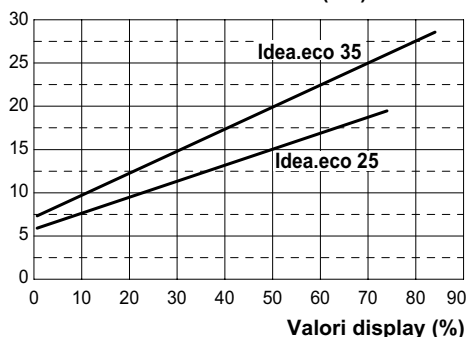
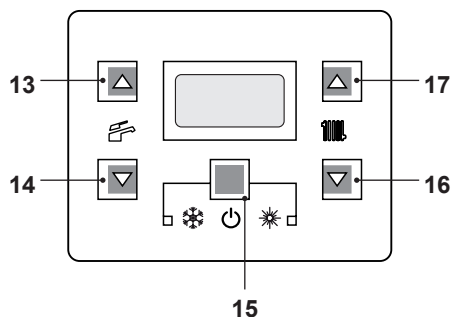
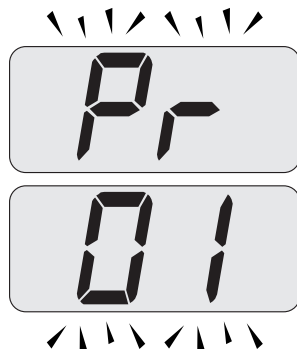

Figura 7.9
Figura 7.12
Figura 7.13
Il grafico in Figura 7.9 rappresenta come varia la potenza utile della caldaia in riscaldamento al variare del valore impostato nella scheda comando.
- Entrare in "modalità programmazione" premendo contemporaneamente per 10 secondi i tasti 15 - 16 - 17 (Figura 7.12) fino a far apparire sul display LCD le lettere **Pr** che si alternano con il codice **01**, indicanti l'entrata nel "parametro 01" (Figura 7.13).
- Premere contemporaneamente i tasti 15 e 17 (Figura 7.12) fino a far apparire sul display LCD il valore del parametro 12 (Figura 7.15) (74=**Idea.eco 25** o 86=**Idea.eco 35**).
- Utilizzando i tasti 16 o 17 (Figura 7.12) è possibile modificare il valore del parametro 12 (riferirsi al grafico Figura 7.9 per determinare il valore corretto in funzione della potenza utile di riscaldamento).
- Premendo il tasto 15 (Figura 7.12) si ottiene la conferma del valore inserito.
- Premendo contemporaneamente i tasti 15 e 16 (Figura 7.12) si esce senza modificare il valore (ritorno alla lista parametri Figura 7.14)
- Premendo contemporaneamente per 10 secondi i tasti 15 - 16 - 17 (Figura 7.12) si esce dalla "modalità programmazione".